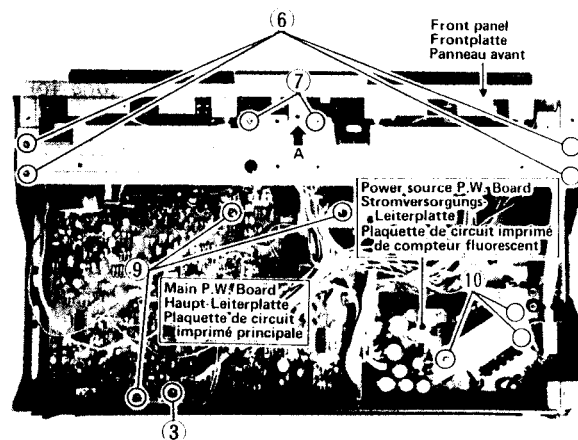
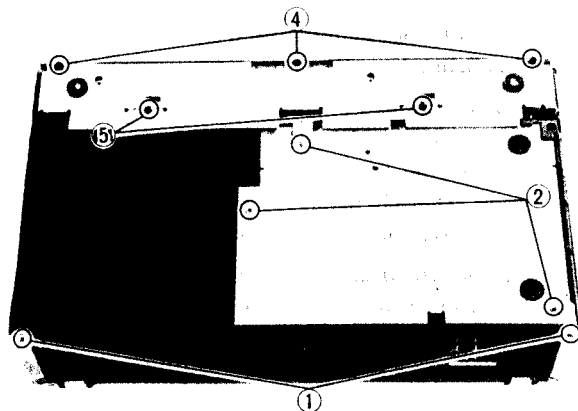
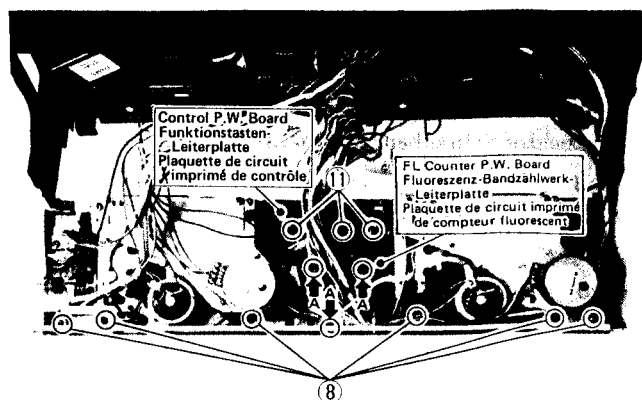

Fig. 3 Abb. 3
Fig. 2 Abb. 2
Fig. 4 Abb. 4
2. Top Cover (Fig. 2)
3. Bottom Cover (Fig. 2 and Fig. 3)
4. Front Panel and Cassette Chassis (Fig. 2 and Fig. 3)
5. Main P.W. Board (Fig. 3)
6. Power Source P.W. Board (Fig. 3)
7. Front Panel (Fig. 3 and Fig. 4)
8. FL Counter P.W. Board (Fig. 4)
9. Control P.W. Board (Fig. 4)
2. Obere Abdeckung (Abb. 2)
3. Bodenplatte (Abb. 2 und Abb. 3)
4. Frontplatte und Cassettenchassis (Abb. 2 und Abb. 3)
5. Hauptleiterplatte (Abb. 3)
6. Stromversorgungs-Leiterplatte (Abb. 3)
7. Frontplatte (Abb. 3 und Abb. 4)
8. Fluoreszenz-Bandzählwerk-Leiterplatte (Abb. 4)
9. Funktionstasten-Leiterplatte (Abb. 4)
2. Couvercle supérieur (Fig. 2)
3. Couvercle du fond (Fig. 2 et Fig. 3)
4. Panneau avant et châssis de cassette (Fig. 2 et Fig. 3)
5. Plaquette de circuit imprimé principale (Fig. 3)
6. Plaquette de circuit imprimé de source d'alimentation (Fig. 3)
7. Panneau avant (Fig. 3 et Fig. 4)
8. Plaquette de circuit imprimé de compteur fluorescent (Fig. 4)
9. Plaquette de circuit imprimé de contrôle (Fig. 4)